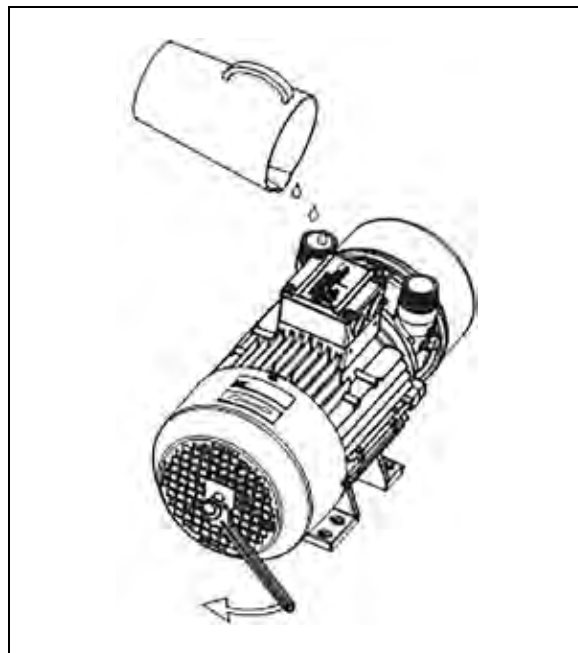

Fig. 14: Konservierungsmittel einfüllen und Welle drehen
- Eine Schraube M6 oder M8 (abhängig vom Typ) von ausreichender Schaftlänge durch die zentrale Öffnung in der Lüfterhaube führen und in das Wellenende auf Außenlüfterseite einschrauben (siehe Fig. 14, S. 31).